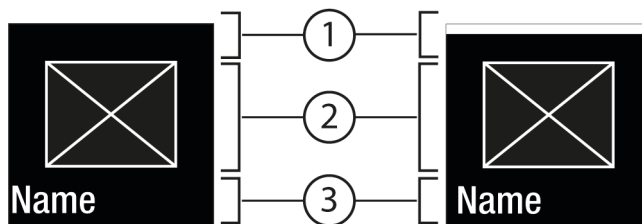
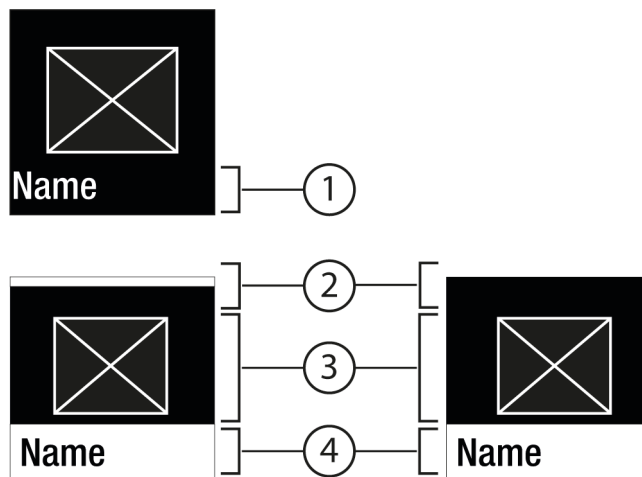

Fig. 6
Fig. 7
- Ajuste de nuevo valor: Selección de un valor desactivado Fig. 5 (2) con Confirmar Fig. 6 (1).
- Regreso al menú: Selección del valor ya activado Fig. 5 (2) con Confirmar Fig. 6 (2).
- ▷ Estado: activado *Fig. 6 (1)* aparece brevemente en el submenú *Fig. 7 (4)*.